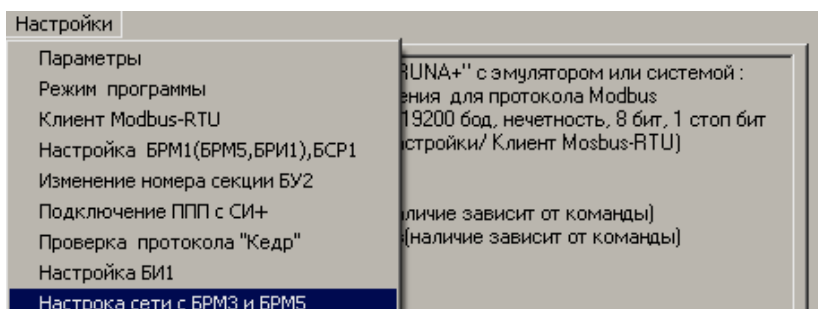

Рисунок 7.47
7.7.2 В меню настройки выбрать опцию «Настройка сети с БРМ3 и БРМ5» (рисунок 7.47). В результате активируется форма, представленная на рисунке 7.48.